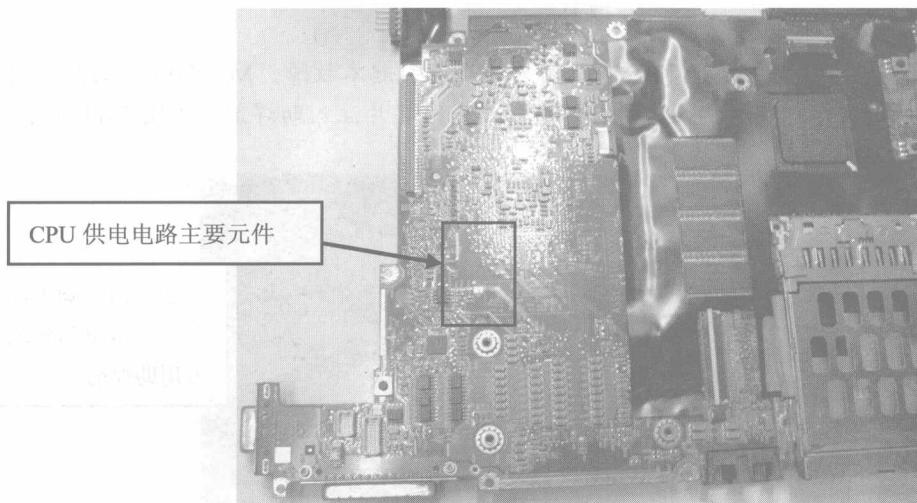

图 1-8
- ⑦ 这里测量的电压不正常，明显偏低，接下来需要测量 CPU 供电管理集成电路，寻找导致电压偏低的原因。CPU 供电管理芯片位于主板的反面，型号是 MAX1907，采用 SQTLL 封装，驱动外围的 6 只场效应管，如图 1-8 所示。